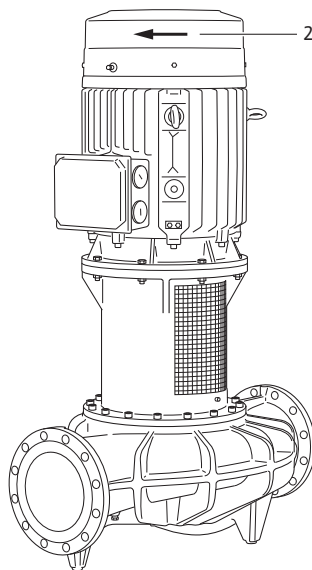

Fig. 47: Drehrichtung überprüfen
- Durch kurzzeitiges Einschalten überprüfen, ob die Drehrichtung mit dem Pfeil auf der Lüfterhaube (siehe Fig. 47, Pos. 2) übereinstimmt. Bei falscher Drehrichtung wie folgt vorgehen: